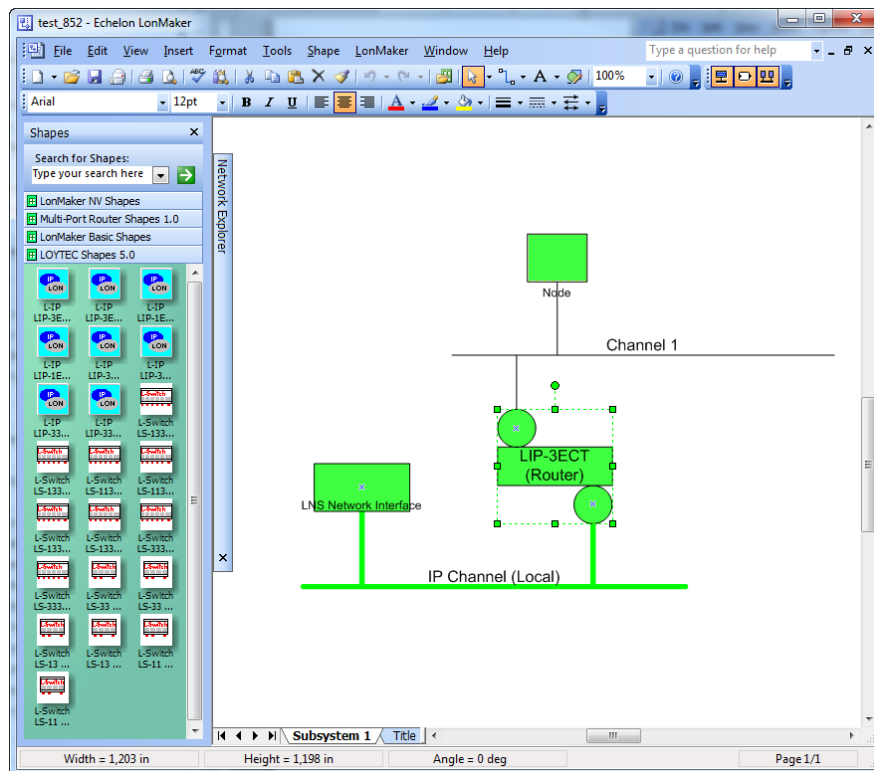

Abbildung 104: Ziehen Sie das L-IP (Router) Shape auf die Zeichenfläche und kommissionieren Sie den L-IP.
7. Nun ziehen Sie das L-IP (Router) Shape aus den "LOYTEC Shapes" auf die Zeichenfläche. Wählen Sie den existierenden Kanal "IP Channel" für den ersten Router-Port und den existierenden Kanal "Channel 1" für den zweiten Port. Zuletzt müssen Sie noch den neuen L-IP Router kommissionieren. LonMaker kann nun den L-IP als ein lokales oder Remote-Netzwerkinterface verwenden, das direkt mit dem Ethernet-Netzwerk verbunden ist, wie in Abbildung 104 gezeigt.